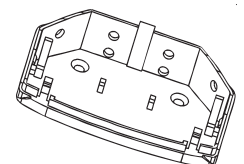

Рисунок 6
8.3 В зависимости от выбранного места установки извещателя определите с помощью калик грани основания будет осуществляться крепление и просверлите или выдавите отверткой отверстие для крепления и ввода проводов (рисунок 6). Введите провода через отверстие для ввода проводов. Оставьте несколько сантиметров провода для подключения к колодкам.